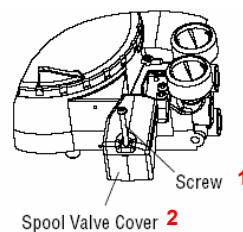

Рисунок 12. Крышка золотникового клапана в сборе
4. Отверните крепежный винт крышки золотникового клапана. Сдвиньте крышку назад, чтобы язычок вышел из паза. Снимите крышку (рис. 12). Вместе с крышкой золотникового клапана также снимите плоскую металлическую крышку, гидрофобный фильтр и уплотнительное кольцо. Эти детали можно не вынимать из крышки золотникового клапана.
28. Надвиньте на золотниковый клапан крышку в сборе так, чтобы язычок вошел в паз корпуса позиционера. (см. рис. 12).
В приведенной ниже инструкции по замене регулятора используются ссылки на рис. 12, 14 и 25. Для замены требуются следующие инструменты:
4. Отверните два крепежных винта с крестообразным шлицем, которыми крепится корпус золотникового клапана. Осторожно снимите корпус с золотника (рис. 12).